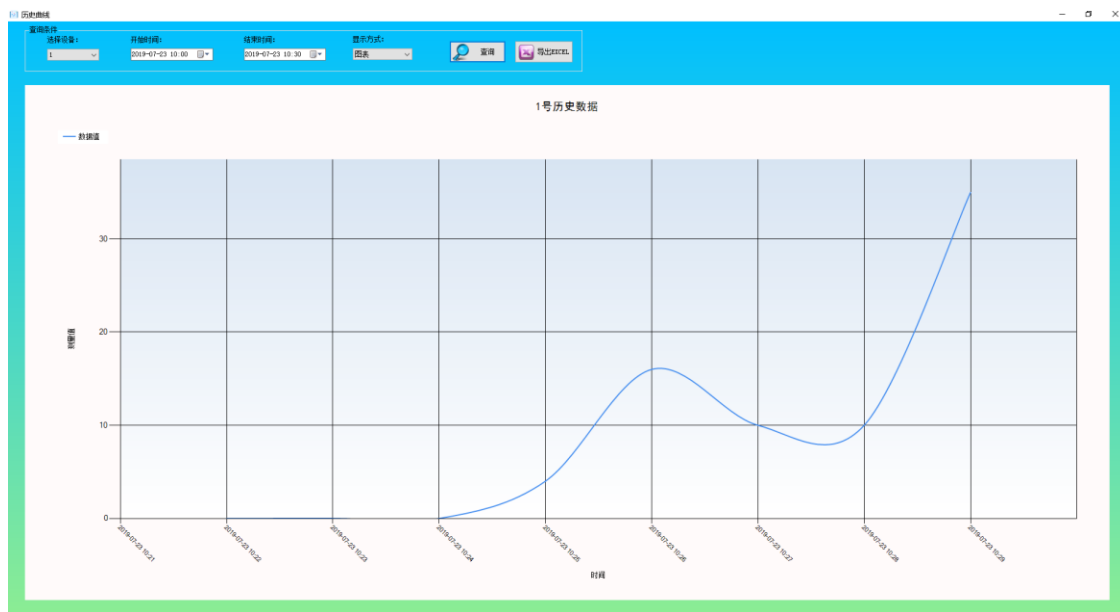

图 26 历史曲线
选择设备，选择开始和结束时间，点击查询，下方会显示气体历史数据曲线。如图 26 所示：
- 2) 选择“硬件”菜单下的“设备管理器”，会弹出界面“设备管理器”如图 26，再点开“端口”下拉菜单即可看到所插的串口是哪个 COM 口。